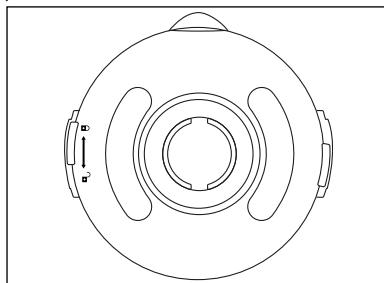

Fig. 2
- 3) Placez les ingrédients dans le bol mixeur ③.
- 4) Appuyez à nouveau fermement le couvercle ② sur le bol mixeur ③ de manière décalée. Refermez le couvercle ② en le tournant dans le sens horaire jusqu'à ce qu'il s'empoîte audiblement en position ④ (voir fig. 2).